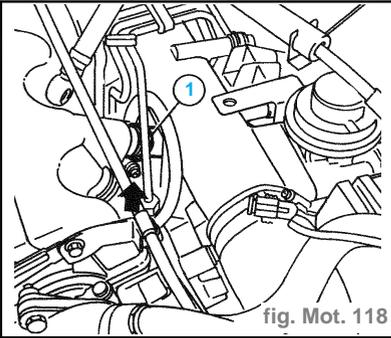

fig. Mot. 118
- Débrancher la tubulure (1) reliant le séparateur des vapeurs d'huile au cache-poussoir et déplacer le séparateur vers la paroi arrière du compartiment moteur (fig. Mot. 118).